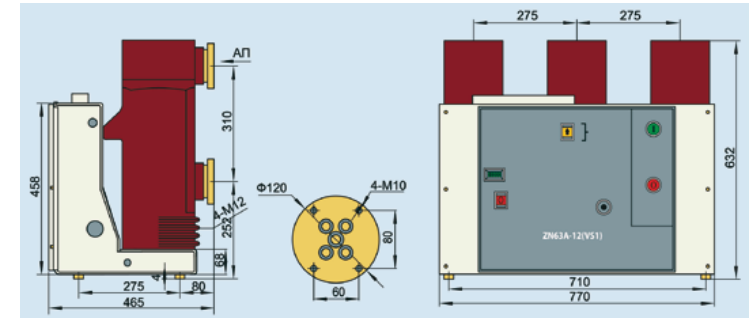

Рис. 6.5 Внешний вид и монтажные размеры выключателя ZN63A-12/T - 40
6.2.2 Выключатель ZN63A-12/T - 40 (см. рис. 6.5)